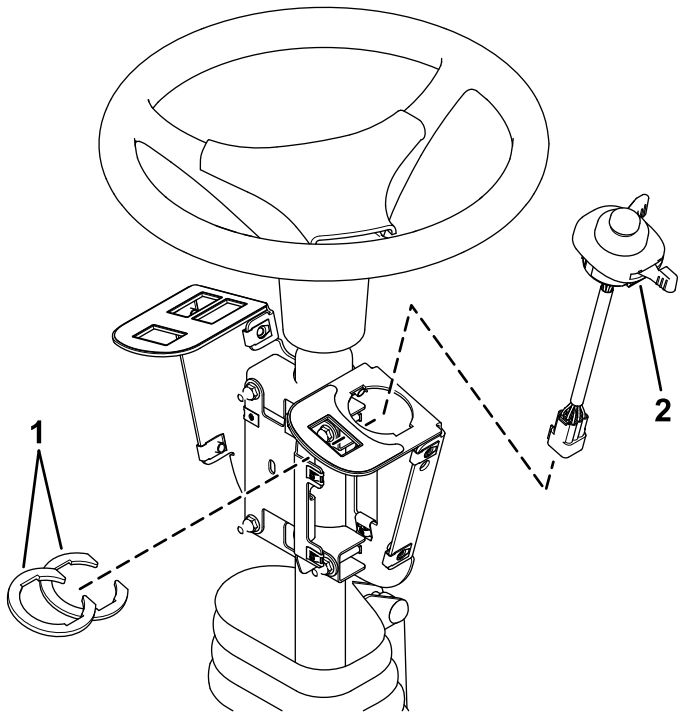

Figura 5
2. Montate l'interruttore multifunzione sul relativo supporto e fissatelo con le sue clip sotto al foro destinato all'interruttore (Figura 5).